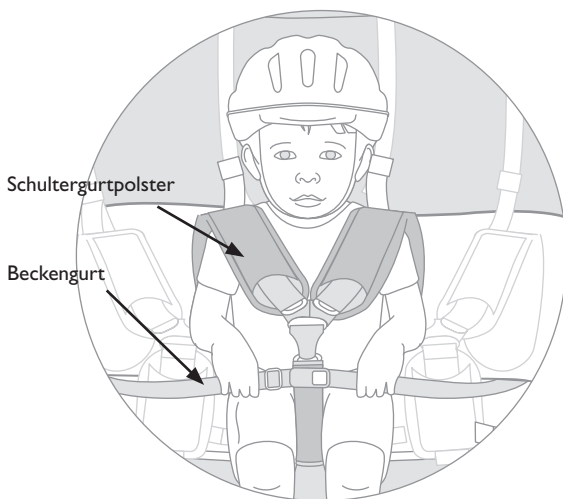

Abbildung 35
1. Zum Angurten eines einzelnen Kindes in zweiseitigen Anhängern werden nur die beiden inneren Schultergurte benötigt. Lassen Sie die äußeren Schultergurte hängen (s. Abbildung 35).
6. Rasten Sie die Schultergurte im Y-Gurtschloss des Schrittgurts ein. Das Gurtschloss muss so eingestellt sein, dass es über dem Brustbein des Kindes zu liegen kommt (s. Abbildung 35).
8. Legen Sie Ihrem Kind den Beckengurt an (s. Abbildung 35). Verwenden Sie dabei bitte jeweils die beiden äußeren Gurtteile. Die nicht benötigten Mittelstücke können unter dem Sitzpolster verstaut werden.